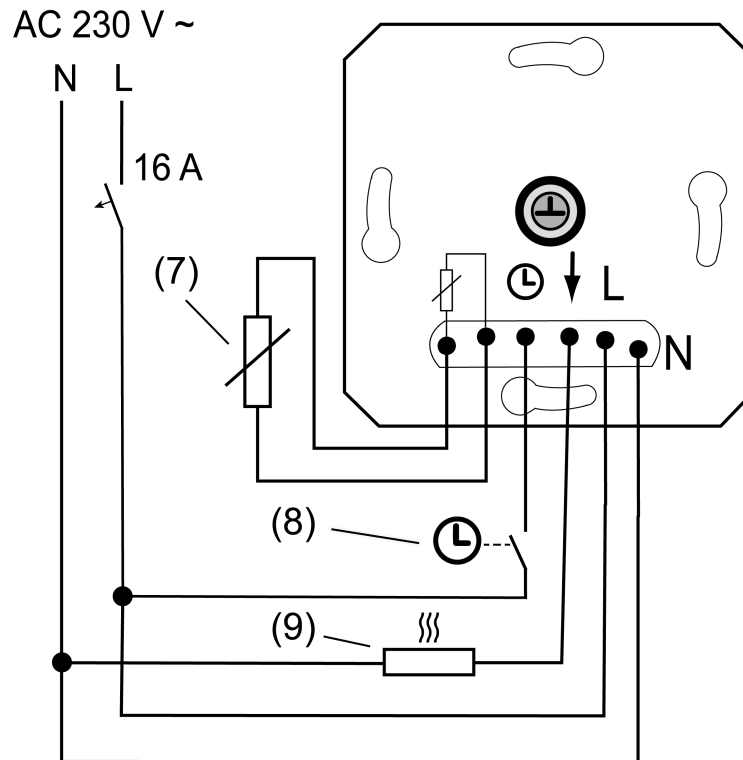
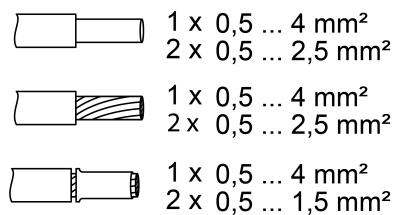

рисунок 2: Пример подключения вставки
рисунок 3: Сечение провода под клемму
- (7) Внешний датчик температуры (дистанционный датчик)
- (8) Контакт для переключения центральных часов
- (9) Электрическая система отопления в полу
- Подключите вставку (1) согласно монтажной схеме (см. рисунок 2). Соблюдайте сечение проводов (см. рисунок 3).
- В виде опции можно подключить вход в режиме ECO ☺ через контакт переключения центральных часов (8). При 230 В на входе настроенная заданная температура понижается на 4 °С.